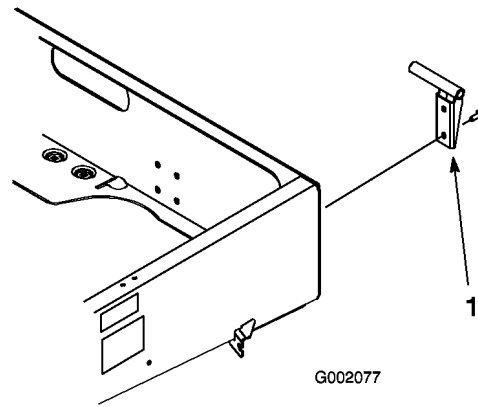

Figura 8
2. Montate la staffa orientabile sinistra nell'angolo posteriore sinistro del telaio, usando due viti a testa flangiata ((3/8 x 1 pollice)). Collocate la staffa come illustrato nella Figura 8.